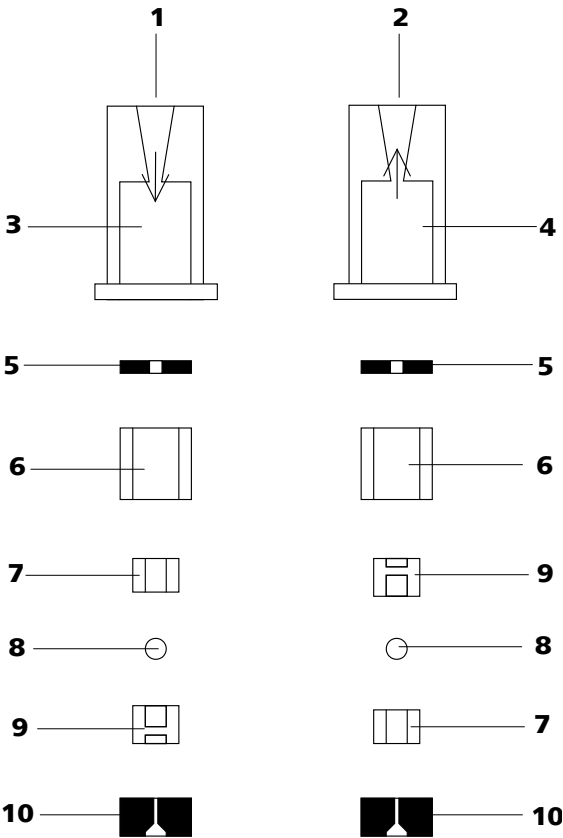

图 41 进口阀和出口阀的组成部分
- 按正确顺序将其他的阀门组件（参见图 41，第 69 页）依次放好。